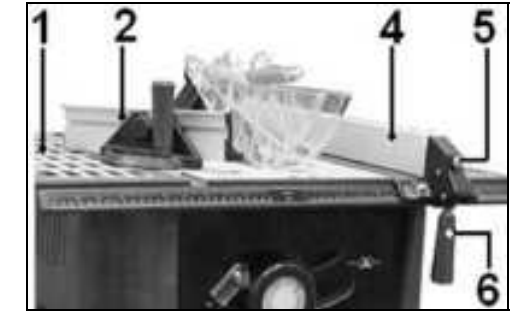

Рис.6.
8.4. Установка параллельного упора и упора для косо́го и поперечного пиления (Рис.6)
- 8.4.1. Установите упор для косо́го и поперечного пиления (2) в паз рабочего стола (1), как показано на Рис. 6.